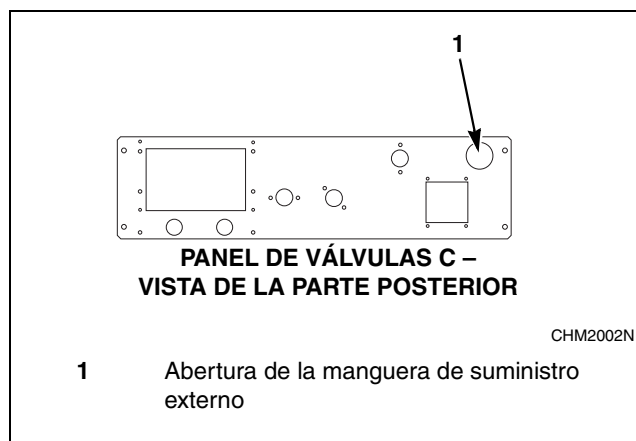

Figura 31
1. Mirando a la parte posterior de la máquina, localice la abertura de 38 mm (1-1/2 plg) que se encuentra el lado superior derecho del panel de válvulas. Consulte la *Figura 31*.